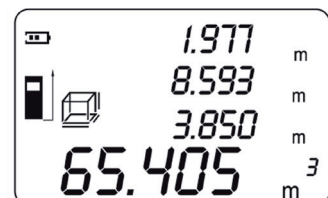

Abb. 14
7. Nochmals die Read-Taste betätigen, um das Volumen in der untersten Zeile des Displays anzuzeigen; die Höhe wird gleichzeitig in der dritten Zeile des Displays angezeigt (Abb. 14).